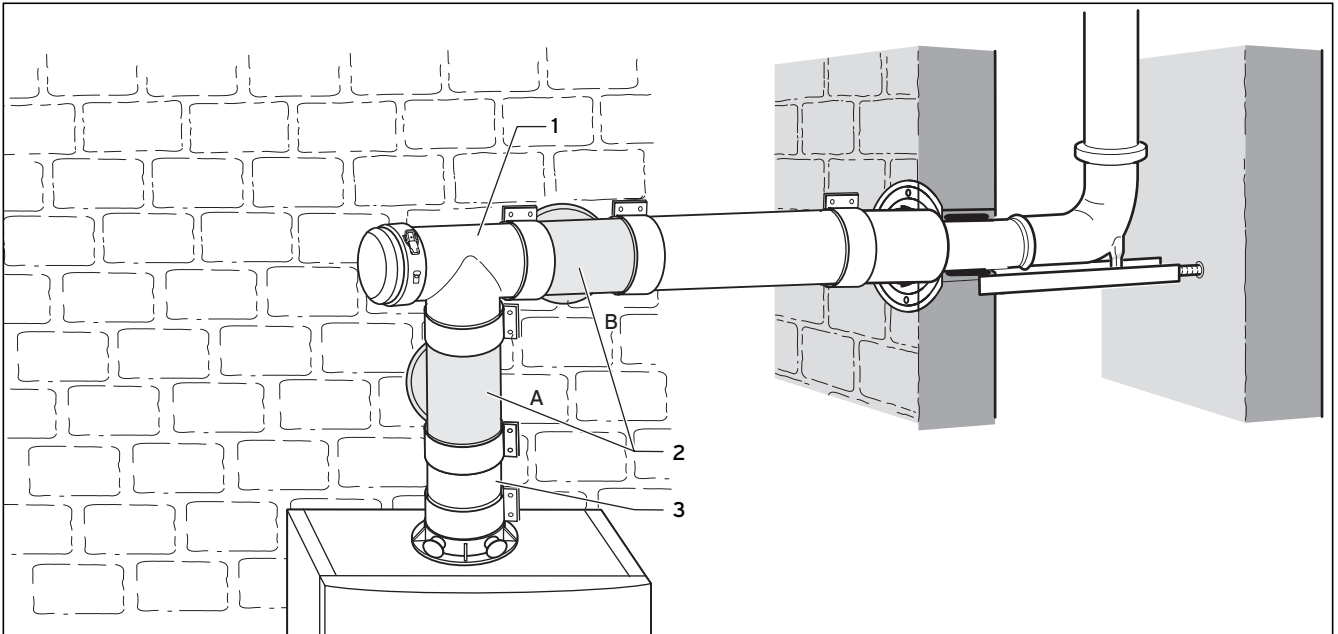

Abb. 6.32 Anschlussmöglichkeiten für getrennte Luftzuführung
Das Zuluftanschluss-T-Stück (4) kann auch zwischen Geräteanschlussstück (2) und Revisions-T-Stück (3) eingesetzt werden (siehe Abb. 6.32)
- Stecken Sie die Trennvorrichtung (5) mit der Muffe bis zum Anschlag auf die Verlängerung (6).
- Verbinden Sie die Verlängerung (6) mit der Abgasleitung (7).
- Verbinden Sie die Trennvorrichtung (5) mit dem Zuluftanschluss-T-Stück (4). Diese Stelle dient später als Trennstelle.
- Montieren Sie die Luftschelle (8) der Trennvorrichtung.
- Verlegen Sie Verlängerungen und Rohre bis zum Zuluftanschluss-T-Stück (4). Beginnen Sie am Luftsaugstück (1).